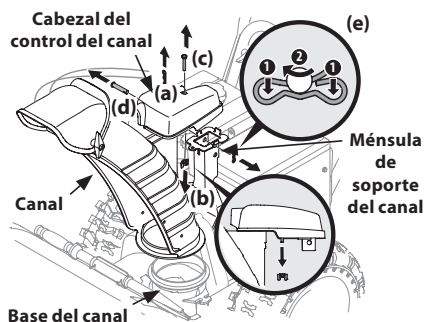

Figura 2-42
1. Retire el pasador de chaveta (a), la tuerca de mariposa (b) y el tornillo hexagonal (c) del cabezal de control del canal. Extraiga el pasador de horquilla (d) y el pasador de chaveta con unión curva (e) de la ménsula de soporte del canal. Consulte Figura 2-42.